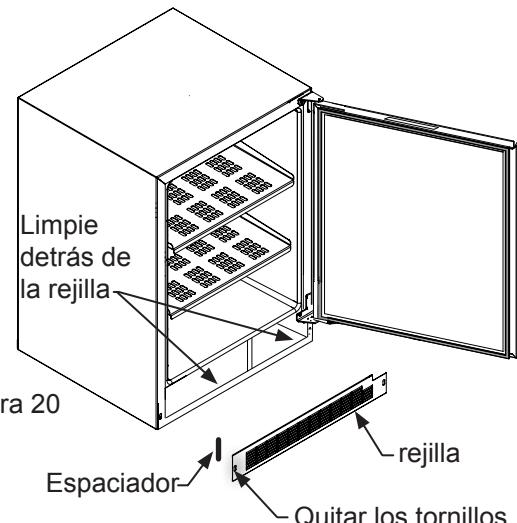

Figura 20
8. Quite la rejilla frontal de protección (vea las Figura 20) y limpie la suciedad y desperdicios de detrás de la unidad mediante un cepillo y una aspiradora.